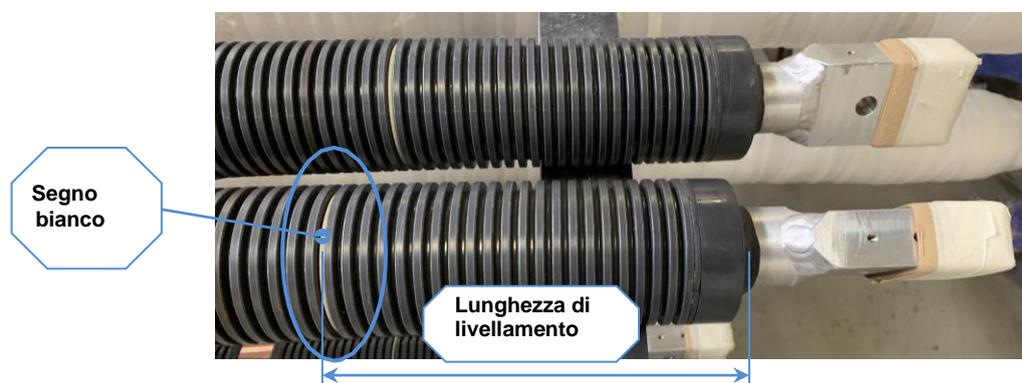

Figura 15: Lunghezza di livellamento dal segno bianco fino alla fine dell'isolamento (tipo DURESCA® DE)
- o DURESCA® DE: lunghezza di livellamento = dal segno bianco al terminale (Figura 15).